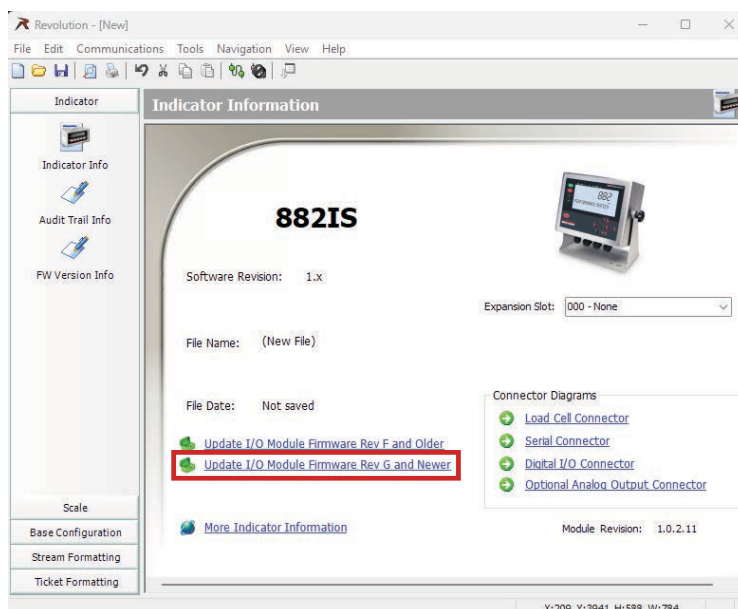

Figure 3-1. Page d'information de l'indicateur
11. Sur la page d'information de l'indicateur, sélectionner **Update I/O Module Firmware Rev G and Newer** (voir Figure 3-1).